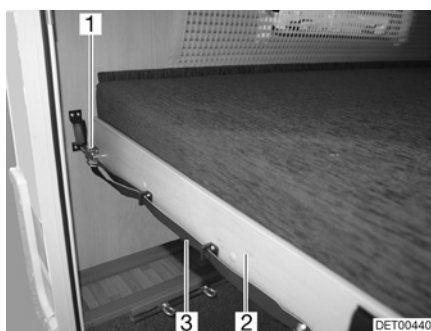

Fig. 55 Letto a castello (parte posteriore)
- Tirare l'asola (Fig. 55,3) e liberare il chiavistello (Fig. 55,1).
- Tirare in avanti il telaio portamaterasso (Fig. 55,2) con il materasso finché non si innesta.